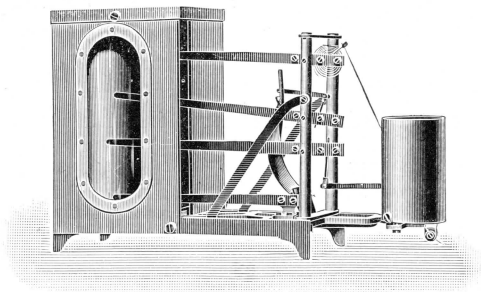

Fig. 2.
**Baro-Thermo-Hygrograph (Fig. 2.)**
**Baro-thermo-hygrographe (Fig. 2.)**